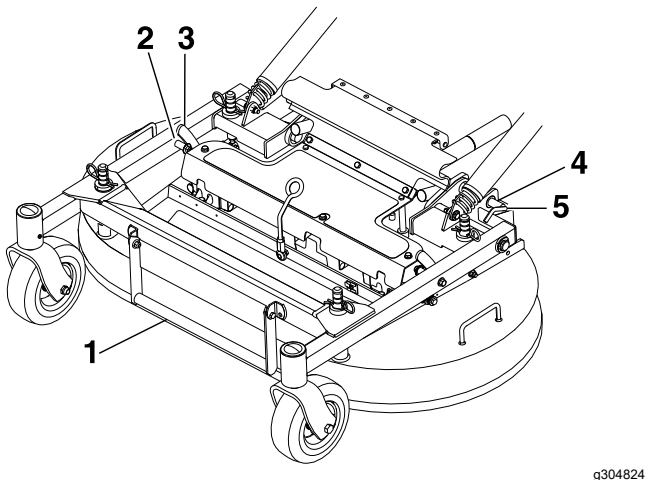

Figure 8
3. Dégagez les goupilles de verrouillage de chaque côté du tablier de coupe (Figure 8).